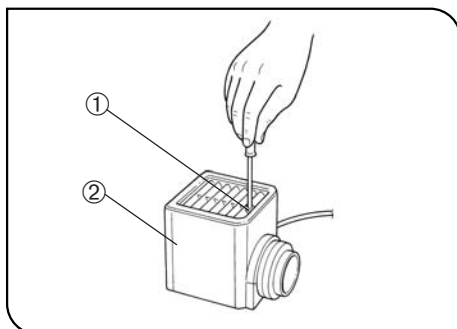

Fig. 40
1 Instalación de la bombilla halógena (Figs. 40 - 42)
5. Deslice la cubierta del portalámparas sobre la base del portalámparas desde arriba. Apriete el tornillo de sujeción ① al tiempo que presiona la cubierta hacia abajo. (Fig. 40)